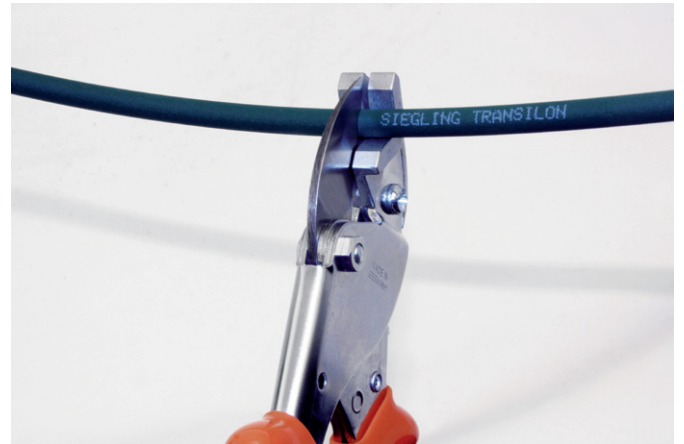

Abb. 1
- 1 TRANSILON-Rundriemen mit Speziälschere (Abb. 1) auf Länge schneiden, dabei auf senkrechte Schnittflächen achten.